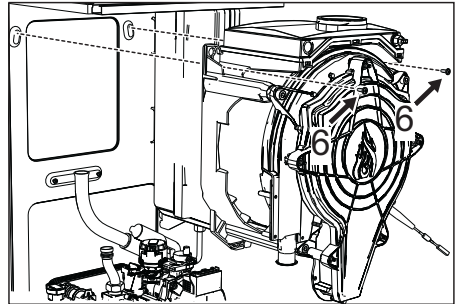

fig. 50
- Togliere le 2 viti **superiori** "6" di fissaggio scambiatore al telaio (fig. 50)